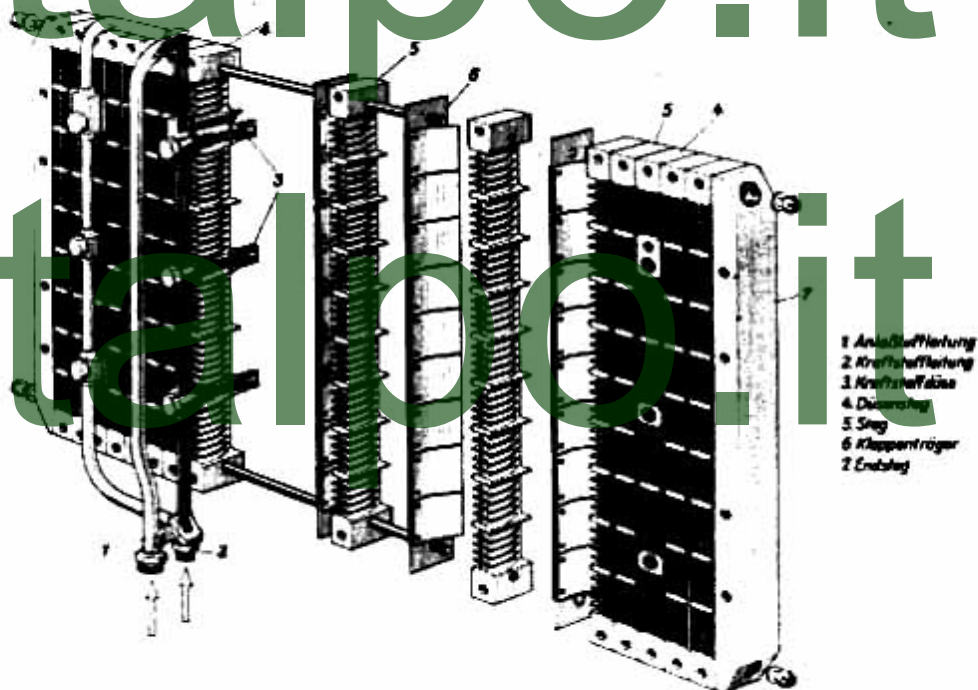

Abb. 3: Klappregister
An einigen Stellen fehlen die Ventilkappen (siehe Abb. 3), so daß dort die Stege Verstärkungen aufweisen. In diesen insgesamt 9 Verstärkungen sind die 9 Kraftstoffdüsen und 3 Anlaßluftdüsen untergebracht. Auf der Vorderseite des Klappenregisters werden sie an je einer gemeinsamen **Kraftstoff- bzw. Anlaßluftleitung** angeschlossen.
- a) der elektrische Aufschlagzylinder (Abb. 3),
a) elektrischer Aufschlagzünder (Abb. 3)